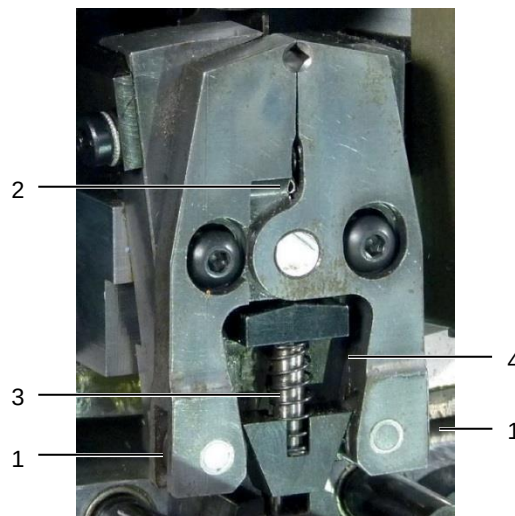

Fig. 26: Krympeverktøy
- Kontroller om løperullene (fig. 26, pos. 1) på krympeverktøyet er lettgående.
- Kontroller om løperullene (fig. 26, pos. 2) på hylseholderetangen er lettgående.
- Smør føringsstiften (fig. 26, pos. 3) til hylseholderenheten.
- Smør sideløpeflatene (fig. 26, pos. 4) til hylseholderenheten.